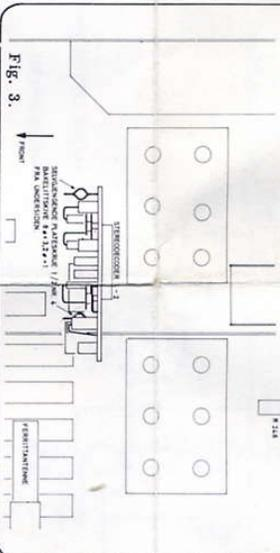

Fig. 3.
3. Trekk ut ekvivalenktorget og monter dekoderen som vist i fig. 3. Legg isolasjonsskivene mellom skruhodene og hovedplattens folieside og fest med to skruer fra TK-platens folieside.